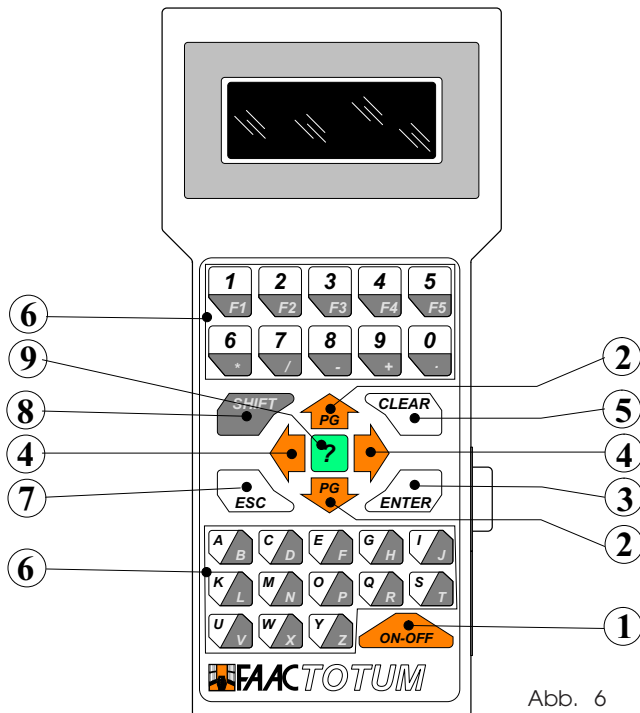

Abb. 6
1) Cursor anhand der senkrechten und seitlichen Pfeiltasten (Abb.6 Pos.2-4) auf die gewünschte Option setzen, mit EINGABE (Abb.6 Pos.3) die Auswahl bestätigen und das nächste Menü aufrufen.